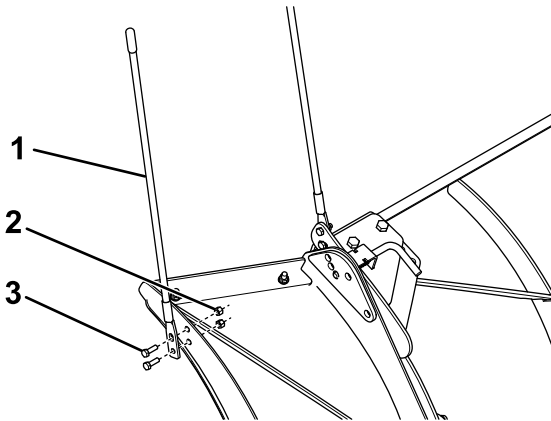

**Figura 22**
15. Sujete provisionalmente la cuchilla de la aleta a la aleta con 2 pernos de cuello cuadrado ( $\frac{5}{8}$ "), una placa de montaje y 2 tuercas (Figura 22).